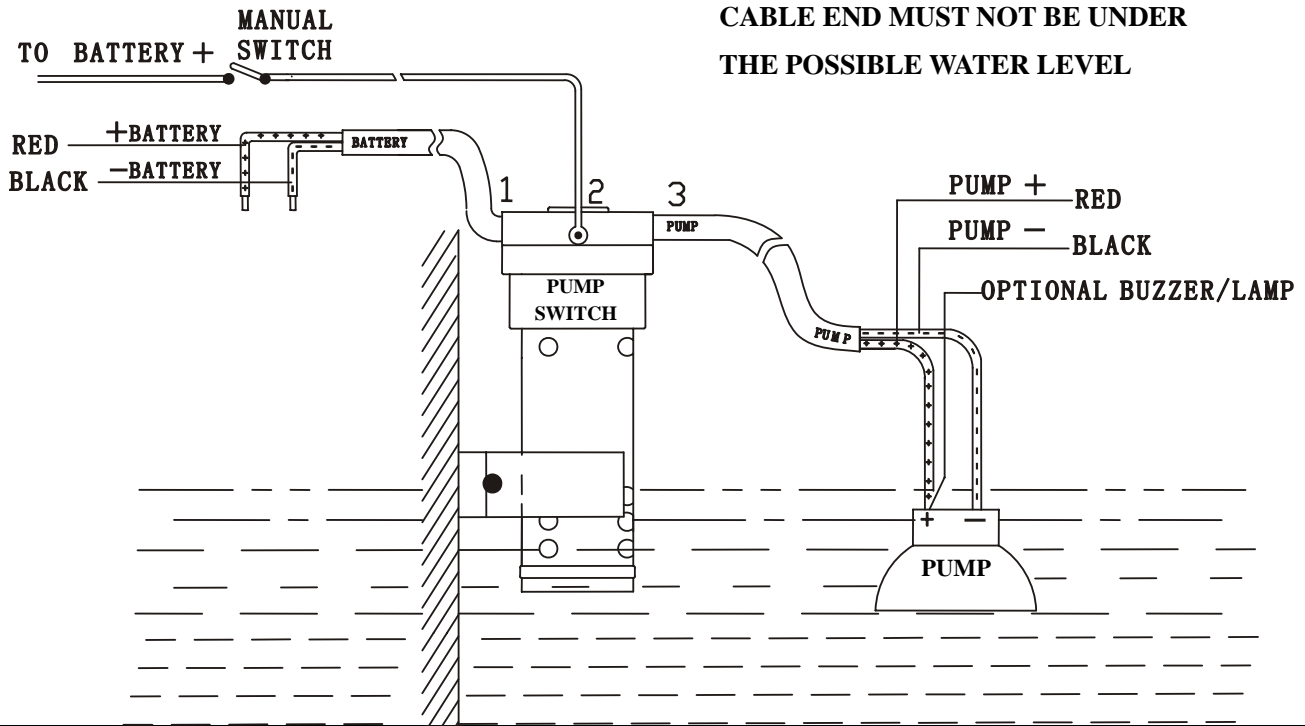

Fig.2
- 按照 Fig 2, 选择适当位置用螺丝固定好夹子, 水泵开关底部和水泵应该在同一高度。